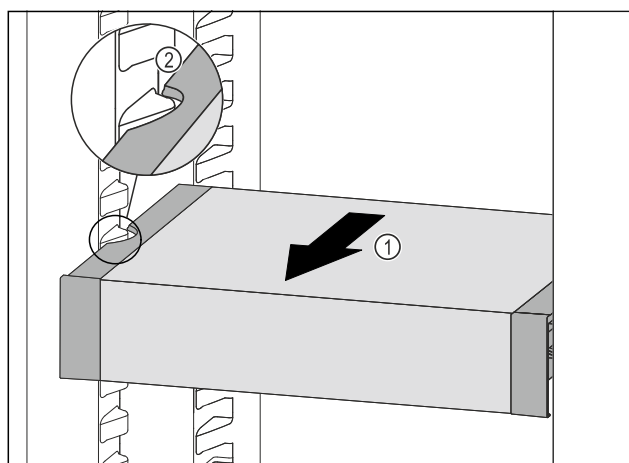

Fig. 97
- ▶ 向前拉动 VarioSafe Fig. 97 (1)，直至 VarioSafe 的侧部凹槽与冷藏区中的容器肋梁持平。 Fig. 97 (2)